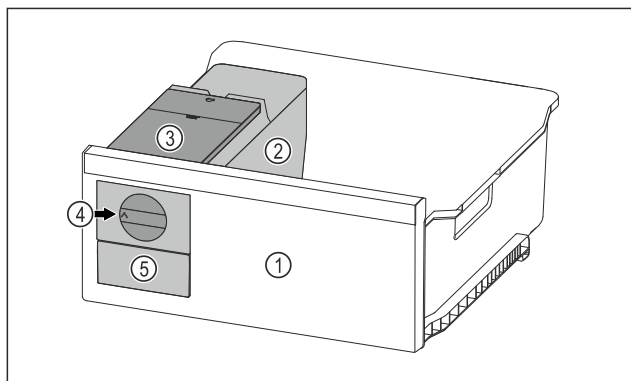

Fig. 68 Eksempelfremstilling
- ▶ Vri dreieknotten Fig. 68 (4) med klokken til den stopper.
- ▷ Isbitene faller fra isbitbrettet og ned i isbitskuffen Fig. 68 (5).